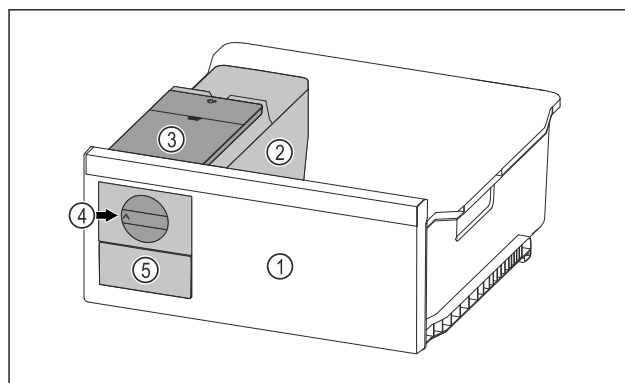

Fig. 71 Ilustrační zobrazení
- ▶ Otočte otočný knoflík Fig. 71 (4) ve směru hodinových ručiček až na doraz.
- ▶ Kostky ledu padají z misky na kostky ledu do zásuvky na kostky ledu Fig. 71 (5).